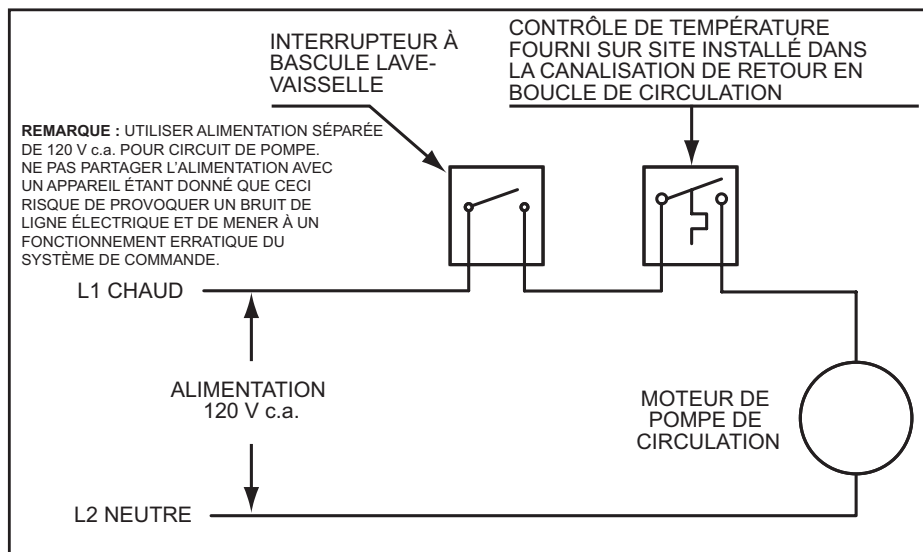

Figure 64
7. Si une pompe est installée dans un circuit bouclé de recirculation entre le chauffe-eau et un fil de lave-vaisselle commercial conformément à la Figure 64 à la page 66.